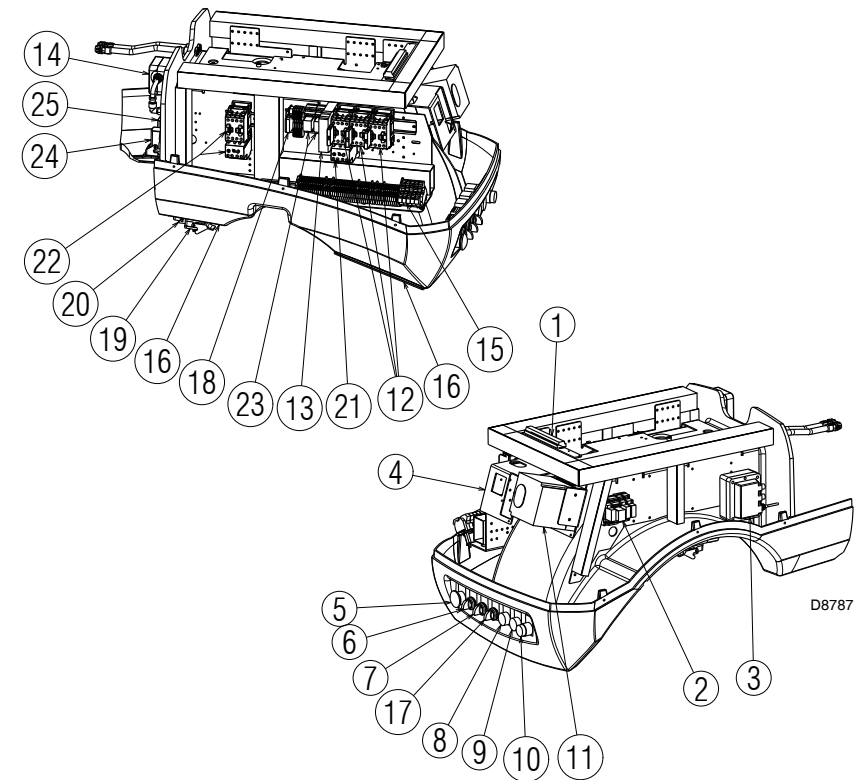

Fig. 6
- 控制盒锁定：如果控制盒11)（图. 6) 启动按钮（红色 led) 和复位按钮 10)（图. 6) 亮起，指示燃烧器在锁定状态。
如需要复位，按下启动按钮 10)（图. 6)。